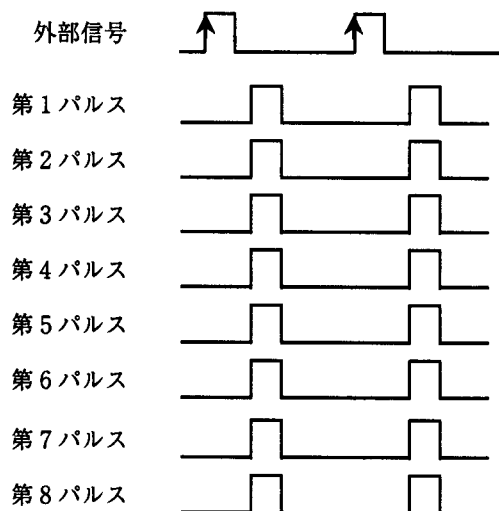
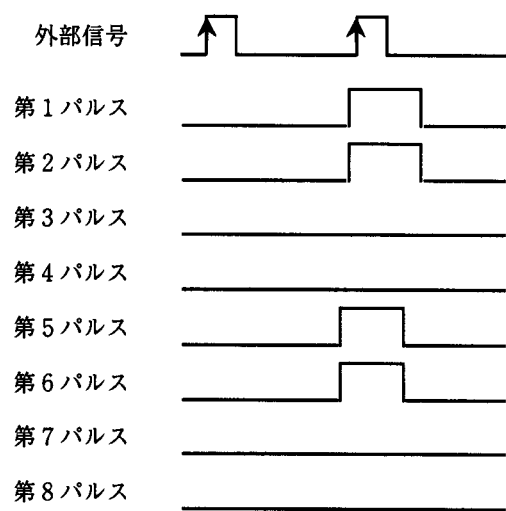

図2 同時出力
図3 オーラップ出力
- (3) パルスの出力パターンは1端子のみの単独出力、シーケンシャル出力や図2、図3に示すような同時出力、外部信号とオーバーラップした出力ができます。